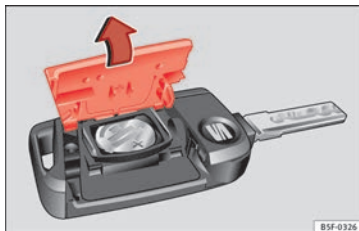

Bild 118 Bilnyckeln: öppna batteriluckan
- Öppna och ta bort fjärrkontrollens batterilock » **bild 118** i pilens riktning » ⓘ.
- Montera luckan enligt bilden » **bild 118** och tryck den på fjärrkontrollens hus, i motsatt riktning mot vad pilen visar, tills den klickar på plats.